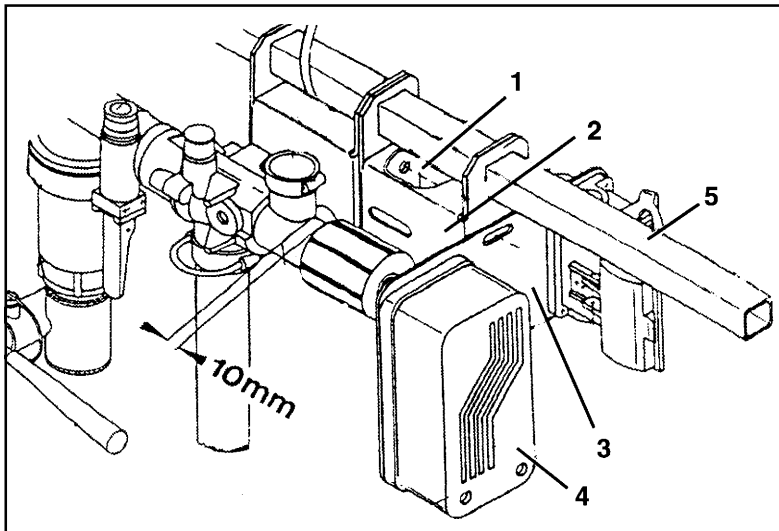

Fig. 8.6
- Retirez la vis d'assemblage (fig. 8.6/1) du support du régulateur (fig. 8.6/2).
- Déplacez vers la droite, le long de la glissière (fig. 8.6/5), le support du régulateur avec le flasque (fig. 8.6/3) de fixation du moteur électrique (fig. 8.6/4), jusqu'à ce que le moteur électrique et la vis du régulateur soient désolidarisés.